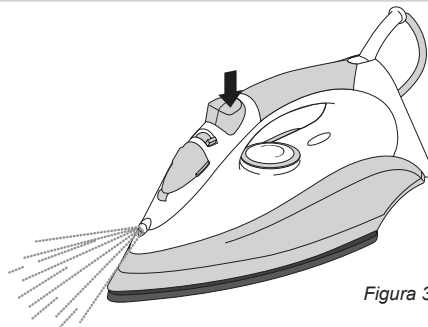

Figura 3
Mediante la función de rociado puede usted remojar la prenda que está planchando. Esta función es muy útil para eliminar posibles arrugas de la tela. Usted puede utilizar el spray función a cualquier temperatura pulsando el pulverizador mando (6) (véase la figura 3).